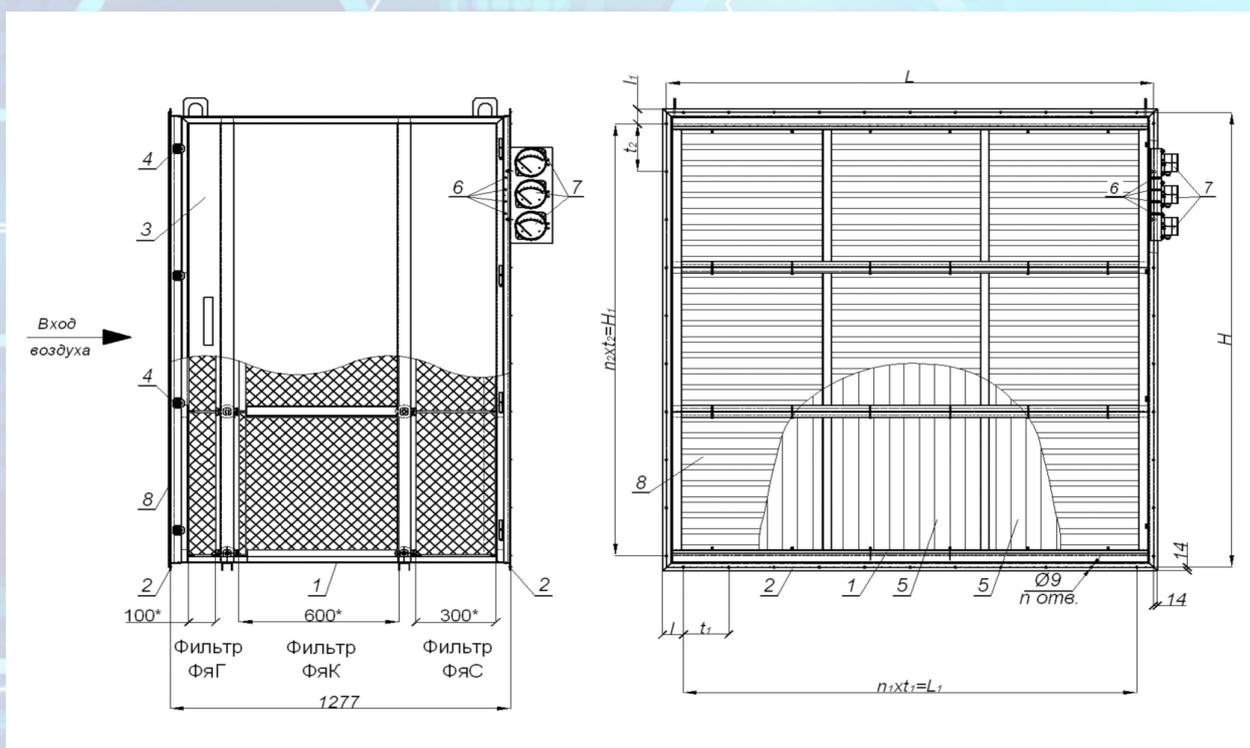

Рис. 1 Схема секции воздушных фильтров ССФ-В3
На рис. 1 и 2 представлено одно из возможных решений секции воздушных фильтров ССФ-В, включающее трехступенчатую систему очистки. Данная схема является наиболее распространенной, когда в качестве финишной очистки требуется применение НЕРА фильтров H10-H14 классов.
Секция воздушных фильтров (рис. 1) состоит из металлического корпуса (1), имеющего на входе и выходе сварные фланцы (2), для присоединения к фланцам вентиляционных систем, посредством болтовых соединений через уплотнительную резину. На боковой стороне корпуса ССФ-В имеется дверь (3), закрываемая с помощью прижимов (4). Герметизация соединения двери с корпусом осуществляется за счет установки специального уплотнения. Дверь может располагаться справа или слева по ходу движения воздуха по техническому заданию заказчика. Для защиты от атмосферных осадков, в случае установки на улице, на входе в секцию ССФ-В, может быть установлена наружная вентиляционная решетка (8).
В процессе эксплуатации секции ССФ-В следует контролировать аэродинамическое сопротивление фильтров по показаниям приборов регистрации, присоединенных к штуцерам (6) (рис.1).